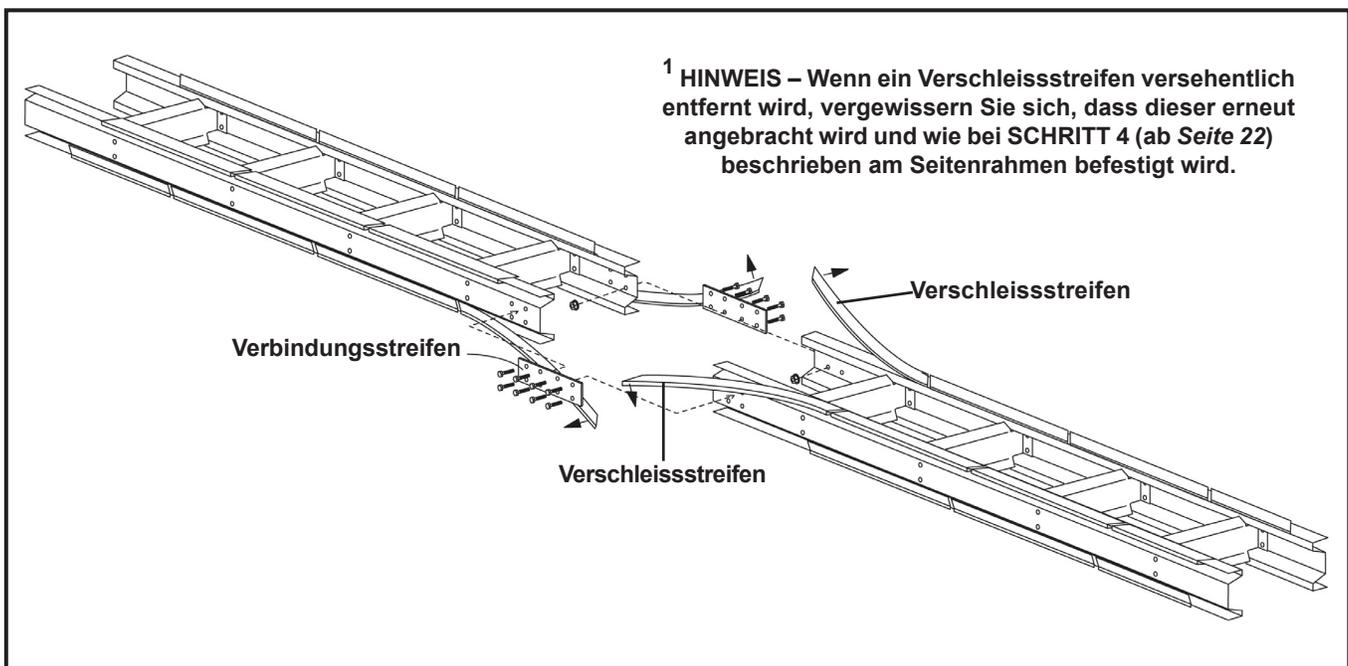

Abbildung 3: Übersicht der Montage der Ladeflächenabschnitte
- Ziehen Sie jegliche an den Enden der Ladeflächenabschnitte zurückgebliebenen Verschleissstreifen vom Seitenrahmen des Förderbands weg¹, damit diese nicht bei der Verbindung der Ladeflächenabschnitte stören (Abbildung 3).